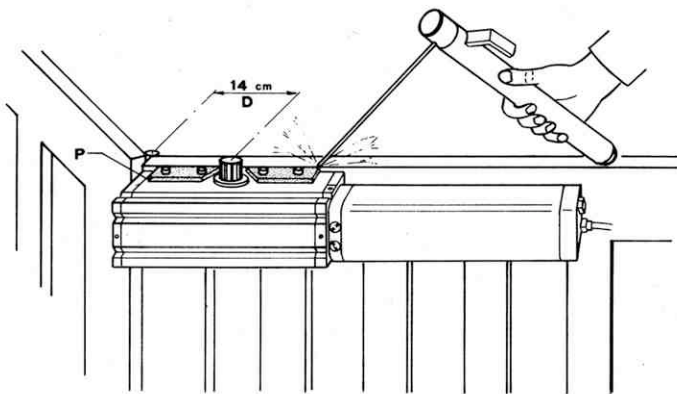
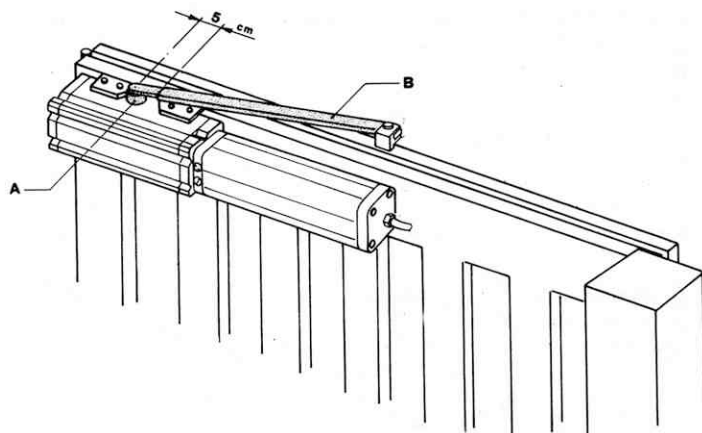
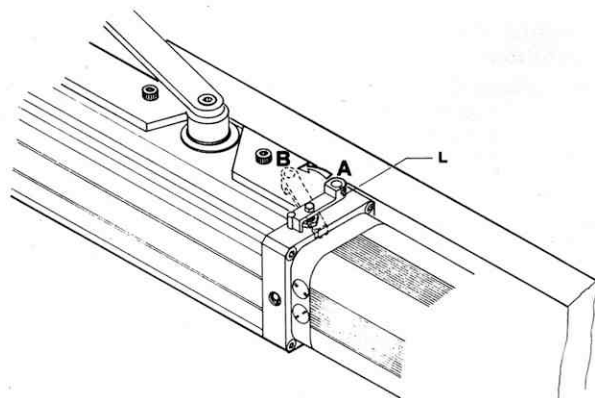

FIG. 4
FIG. 5
FIG. 6
- Saldare la boccola scanalata al braccio motore e le due piastre di fissaggi P (fig. 4) al bordo superiore dell'anta con una robusta saldatura facendo attenzione che la distanza D tra centro albero scanalato e cerniera sia di circa 14 cm (fig. 4). Fissare l'operatore alle piastre con le apposite viti.
- Sbloccare l'operatore agendo sulla levetta L (fig. 6). Con la porta in posizione aperta girare con una pinza l'albero scanalato A nel senso di apertura fino a fine corsa quindi girarlo nel senso contrario per circa 5°. Con l'albero scanalato in questa posizione si può fissare il braccio telescopico B, tenendo presente che con la porta aperta il braccio motore deve fuoriuscire di circa 5 cm dal braccio guida (fig. 5).
- Souder la bague cannelée au bras moteur et les deux plaques de fixation P (fig. 4) au bord supérieur du battant avec une bonne soudure en faisant attention à ce que la distance D entre le centre de l'arbre rainuré et la charnière soit de 14 cm environ (fig. 4). Fixer l'opérateur aux plaques avec les vis spéciales.
- Débloquer l'opérateur au moyen du levier L (fig. 4) avec la porte en position ouverte. Tourner avec une pince l'arbre rainuré A dans le sens d'ouverture jusqu'à la fin de la course et ensuite le tourner dans le sens contraire pour environ 5°. Avec l'arbre rainuré en cette position, il est possible de fixer le bras télescopique B, en se rappelant qu'avec la porte ouverte le bras du moteur doit sortir de 5 cm environ du bras de guidage (fig. 6).
- Soldar el buje acanalado al brazo motor y las dos planchas de fijación P (fig. 4) al borde superior de la hoja mediante una robusta soldadura, cuidando bien que la distancia E entre el centro del eje acanalado y la bisagra sea de 14 cm. aproximadamente (fig. 4). Fijar el operador a las planchas con los tornillos especiales.
- Desbloquear el operador, accionando sobre la palanquita L (fig. 4) con la puerta en posición abierta. Girar con una pinza el eje acanalado A en el sentido de abertura, hasta el tope; luego, girarlo en el sentido contrario unos 5°. Con el eje acanalado en esta posición se puede fijar al brazo telescópico B, teniendo presente que con la puerta abierta el brazo motor debe sobresalir aproximadamente unos 5 cm con respecto al brazo guía (fig. 6).
- Die gerillte Buchse am Motorarm und die zwei Aufspannplatten P (Abb. 4), mit einer soliden Schweißung auf die Oberkante des Flügels schweißen. Achtung: die Distanz D zwischen Keilwellenmitte und Scharnier muß etwa 14 cm. betragen, (Abb. 4). Den Antrieb mit den dazu bestimmten Schrauben an den Platten befestigen.
- Den Antrieb durch Betätigen des Hebels L, (Abb. 4), bei geöffnetem Tor freigeben. Mit einer Zange die Keilwelle A bis zum Endanschlag in Öffnungsrichtung drehen und sie dann um ca. 5° in die entgegengesetzte Richtung drehen. Ist die Keilwelle in dieser Position, kann man den zusammenschiebbaren Arm B befestigen; dabei ist darauf zu achten, daß der Motorarm bei geöffnetem Tor um ca. 5 cm. aus dem Führungssarm austreten muß, Abb. 6.